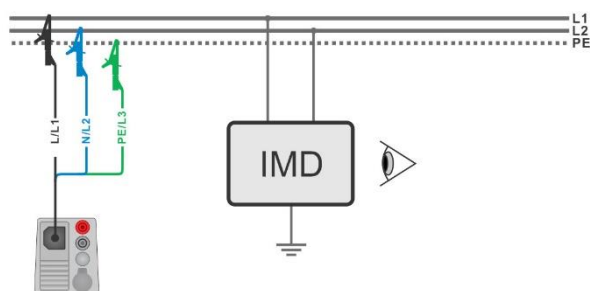

Abbildung 7.116: AUTO-IT-Messung
- › Schließen Sie den 3-adrigen Prüfleiter am Prüfobjekt an, siehe **Abbildung 7.116**.